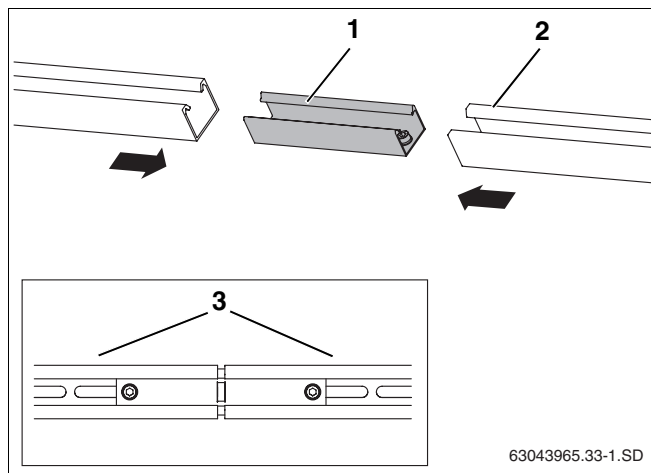

Fig. 31 Relier les rails profilés
- Glisser le connecteur (fig. 31, **pos. 1**) dans les deux rails profilés jusqu'à la butée (fig. 31, **pos. 2**).
- Pour l'arrêt, serrer les deux chevilles filetées M10 (fig. 31, **pos. 3**) dans le connecteur avec la clé plate SW 5.